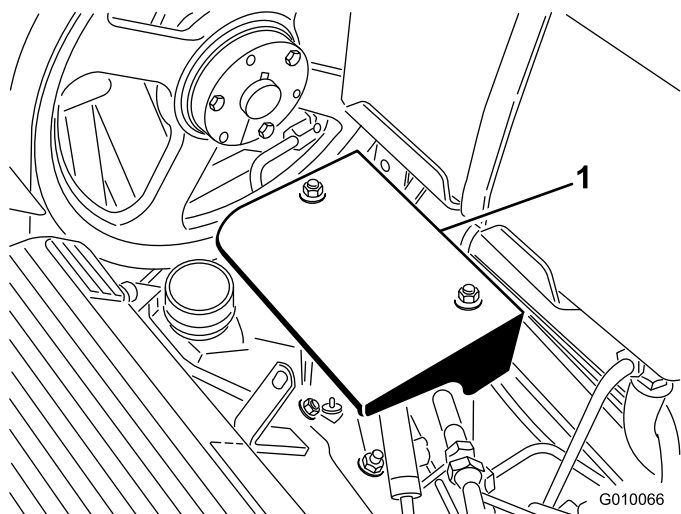

Bild 57
2. Entfernen Sie die beiden Befestigungsmuttern des Pumpenschutzblechs und nehmen Sie das Schutzblech ab (Bild 57).